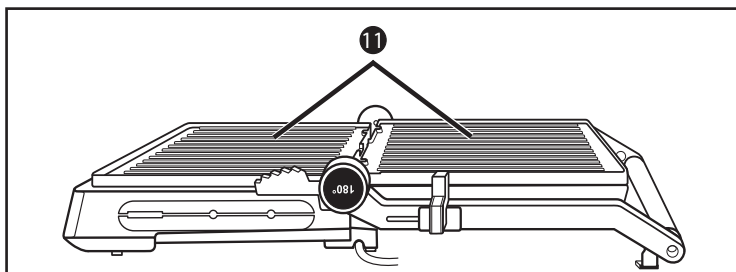

Fig. 2
- 3) Varmepladerne **11** ligger nu ved siden af hinanden og kan bruges som bordgrill (fig. 2).